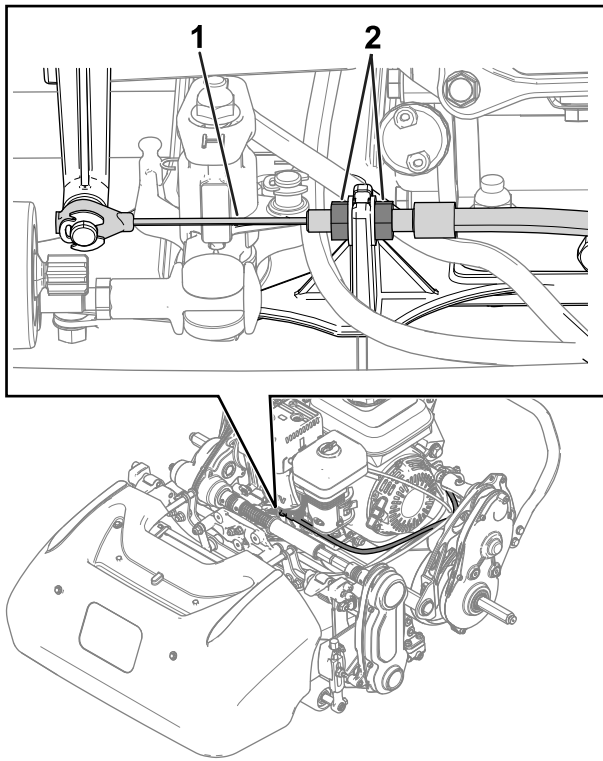
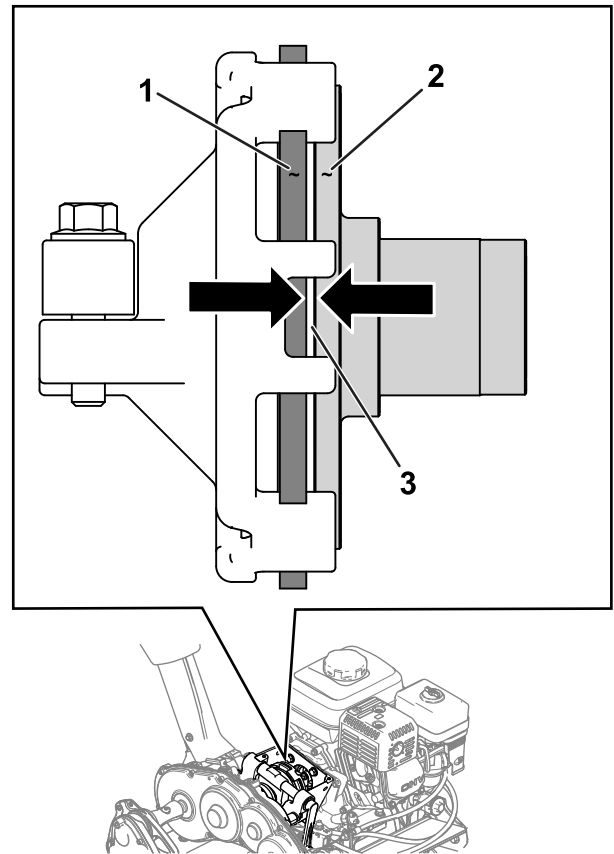

Рисунок 30
Рисунок 31
2. Ослабьте зажимные гайки и отрегулируйте тросик тяги так, чтобы получить зазор 1,1 мм между фрикционным и нажимным дисками (Рисунок 30 и Рисунок 31).